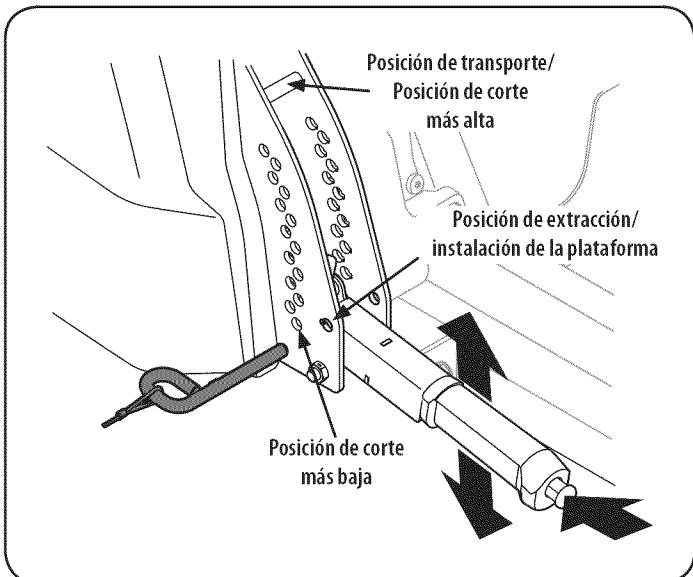

Figura 33
- Usando la manija de elevación de la plataforma, levante la plataforma a la posición que le ofrece mayor recorrido horizontal de la correa entre las poleas locas de la plataforma y la polea de la PTO en la base del motor. Vea la Figura 33.
- Baje la plataforma hasta la posición de extracción/installación (b) usando la manija de elevación de la plataforma. Vea la Figura 33.
1. Ubique la manija de elevación de la plataforma en la posición de corte más elevada. Vea la Figura 33.